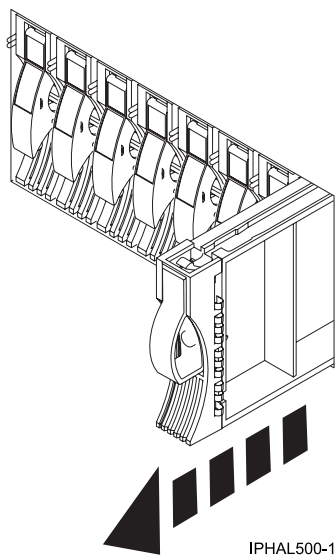

Figure 104. Retrait d'un obturateur d'unité de disques dur sur un modèle ou 7311-D20
4. Tirez l'obturateur d'unité de disques de son emplacement. Tirez l'obturateur d'unité de disques pour le détacher de l'emplacement approprié (voir figure 104, à la page 124).